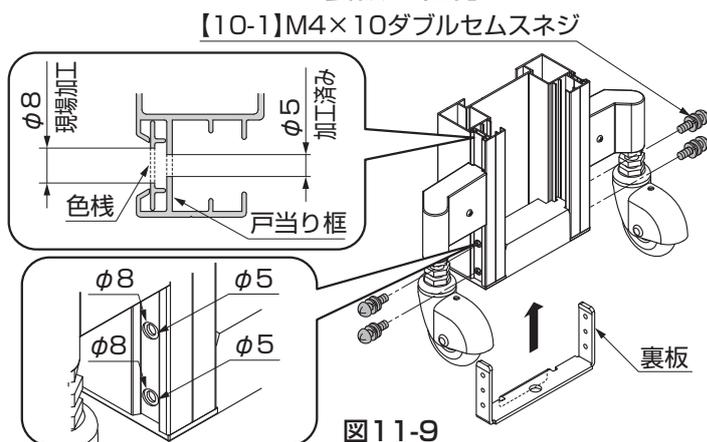

図11-9
①色枠にのみφ8孔をあけてください。色枠にはφ5の下孔があいています。(図11-9参照)
●戸当り框には、φ8孔をあけないでください。(図11-9、図11-10参照)
②裏板を戸当り框に【10-1】で組付けてください。(図11-9、図11-10参照)
(3) PG型R センターシャフトの組付け